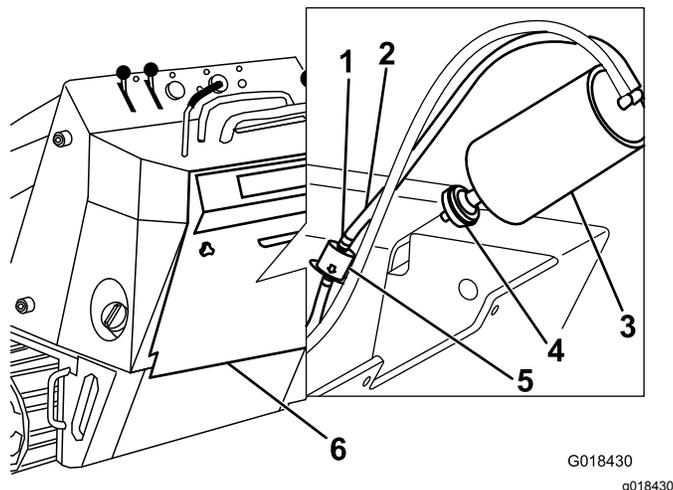

Рисунок 33
4. Снимите и удалите в отходы воздушный фильтр бачка с активированным углем (Рисунок 33).
5. Установите новый фильтр на бачок с активированным углем (Рисунок 33).
бачка с активированным углем в сторону от фильтра (Рисунок 33).
5. Снимите и удалите в отходы фильтр линии продувки (Рисунок 33).
6. Установите новый фильтр в шланг так, чтобы стрелка на фильтре была направлена в сторону, противоположную от бачка с активированным углем, и зафиксируйте его шланговыми хомутами (Рисунок 33).